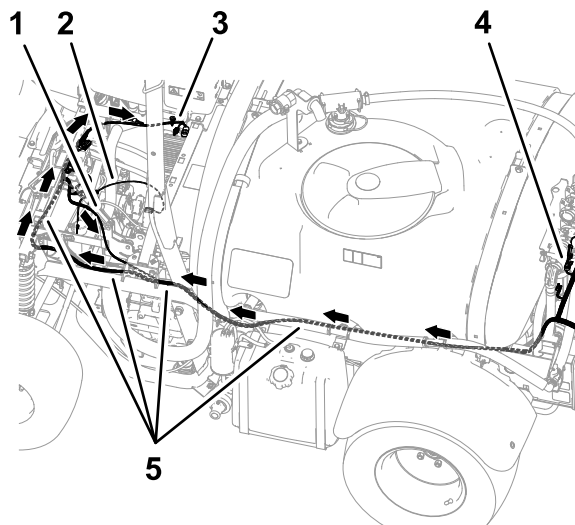
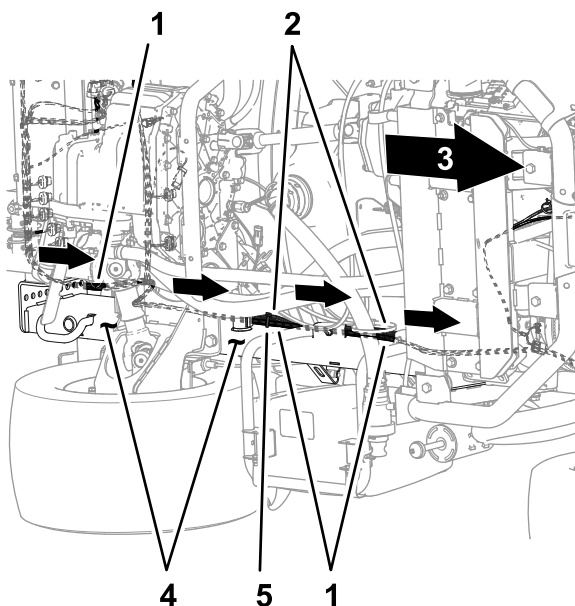
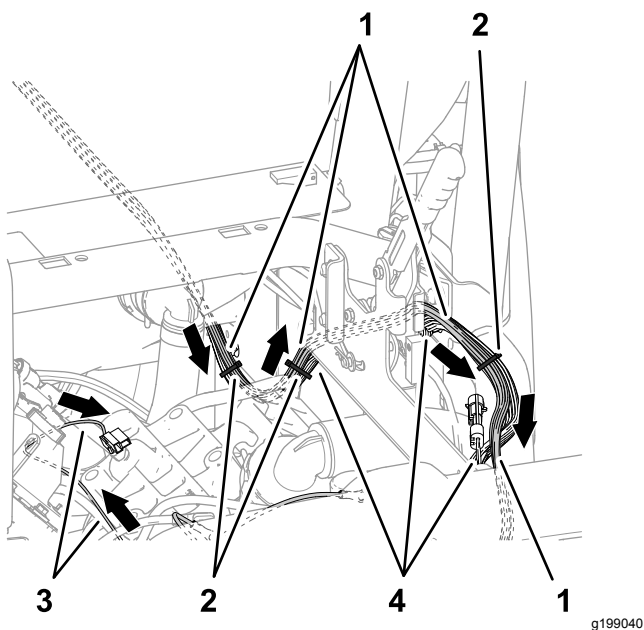
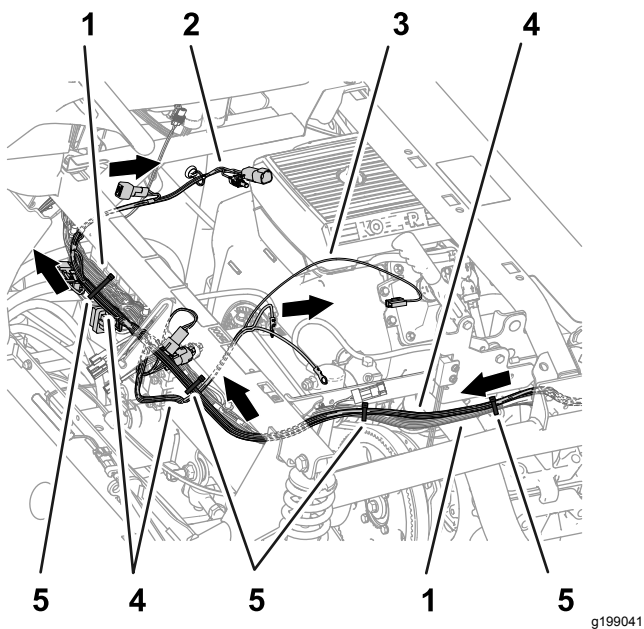

图81
图82
图83
图84
3. 将套件线束的 84cm、60cm 及 66 cm 线束支管向前沿左机架槽布置图81 和图82。
4. 将套件线束的 84cm、60cm 及 66cm 线束支管沿机器线束、刹车组件的外侧布置图83。
5. 如图84所示让套件线束的84cm、60cm及66cm线束支管跨过减震支撑管。
6. 如图82、图83及图84所示将套件线束固定到机器线束。